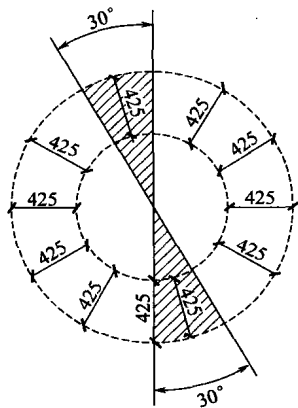
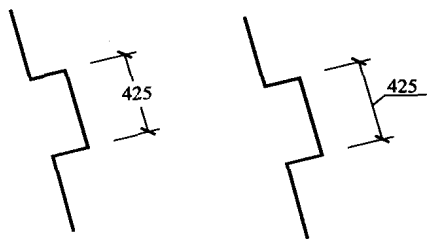

图 1-10 在 30° 斜线区内严禁注写尺寸数字
图 1-11 在 30° 斜线区内注写尺寸数字的形式
(1) 图样上的尺寸，应以尺寸数字为准，不得从图上直接量取。
(2) 图样上的尺寸单位，除标高及总平面以米为单位外，其他必须以毫米为单位。
(3) 尺寸数字的方向，应按图 1-10 的规定注写。若尺寸数字在 30° 斜线区内，宜按图 1-11 的形式注写。